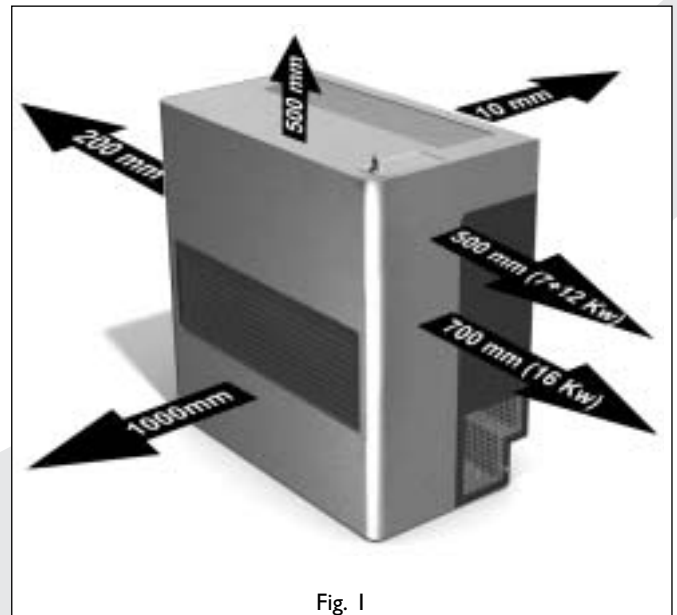

Fig. 1
- zorg ervoor dat het toestel voldoende afstand heeft tot andere objecten en materialen (zie afb. 1). De vrije ruimte rond het toestel is nodig voor de goede en veilige werking en ook voor de toegankelijkheid bij onderhoud;
- Bepaal de plaats van het toestel; de afmetingen zijn aangegeven in afb. 1 en 2.